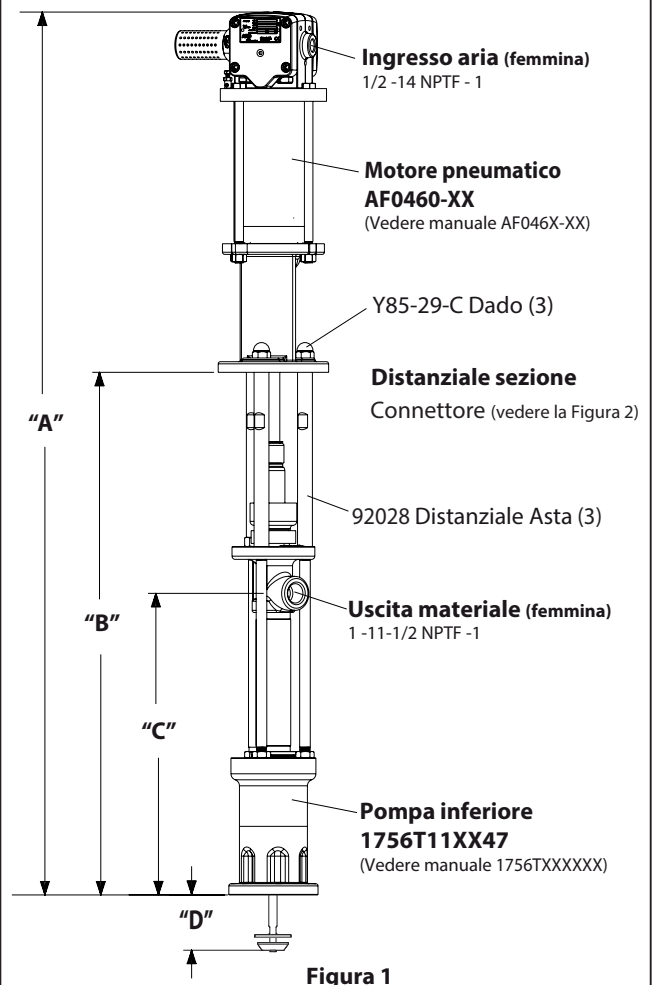

Figura 1
- Rimuovere i tre dadi (Y85-29-C) dalle tre barre distanziali (vedere la Figura 1).